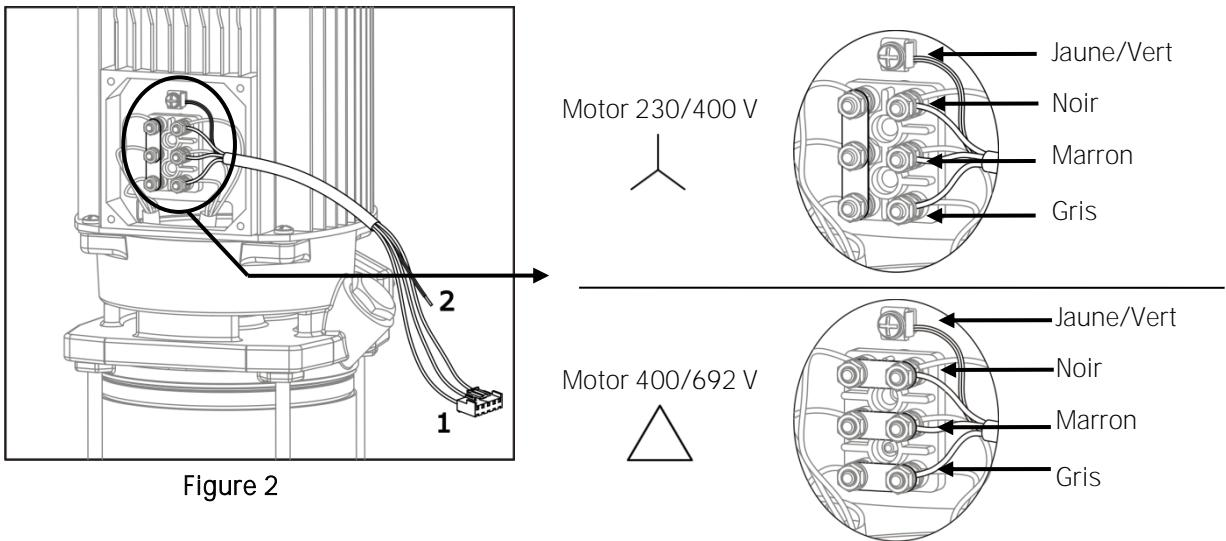

Figure 2
3.2.2) Variateur Speeddrive à entrée triphasée (figure 2) :